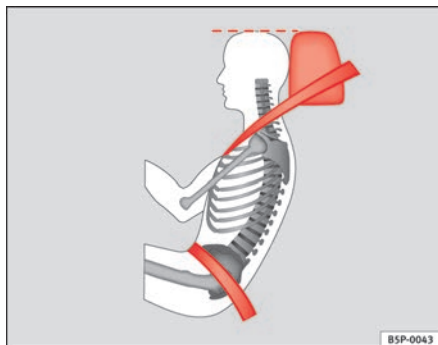

Fig. 14 Posição da faixa do cinto de segurança e do encosto de cabeça correctos, vistos de lado
- A faixa inferior do cinto de segurança tem de ser colocada junto à bacia, sem passar por cima do abdômen. O cinto de segurança tem de ficar bem cingido à zona pélvica do ocupante ⇒ **fig. 14**. Se necessário, reajustar um pouco a faixa do cinto de segurança.